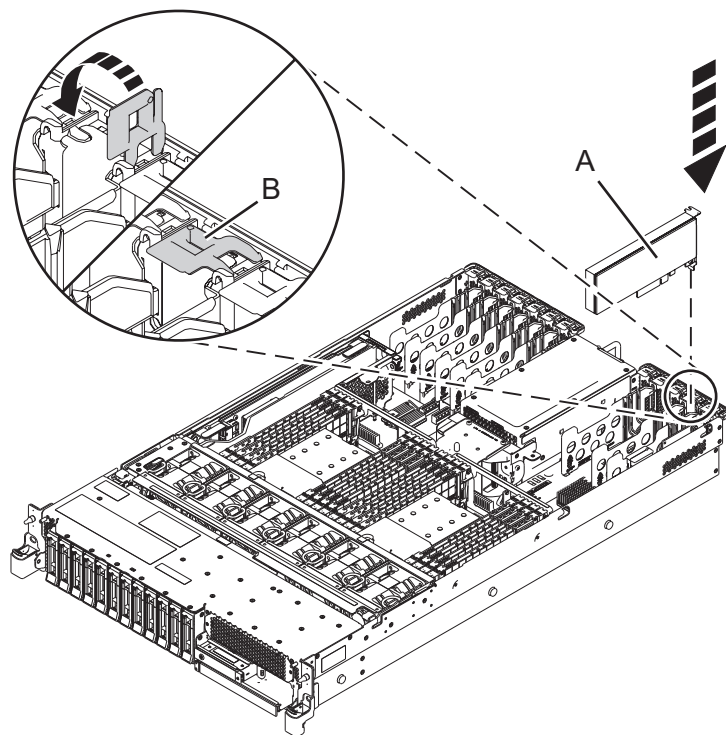

Abbildung 6. PCIe-Adapter im System vom Typ 5148-21L, 5148-22L, 8247-21L, 8247-22L, 8284-21A oder 8284-22A installieren oder austauschen
8. Wenn die Adaptersicherung (B) des Zielsteckplatzes nicht bereits geöffnet ist, ziehen Sie die Adaptersicherung in die geöffnete Position, indem Sie sie von ihrem Clip an der Systemrückseite nach außen drehen - siehe Darstellung in Abb. 6 auf Seite 12.
9. Fassen Sie den Adapter vorsichtig an der Oberkante oder am Haltesteg an und richten Sie den Adapter an dem Steckplatz und dem zugehörigen Anschluss an der Systemrückwandplatine **(A)** aus, siehe Darstellung in Abb. 6.
11. Drehen Sie zum Verriegeln des Adapters im Steckplatz die Adaptersicherung **(B)** in die abgebildete Richtung in Abb. 6.